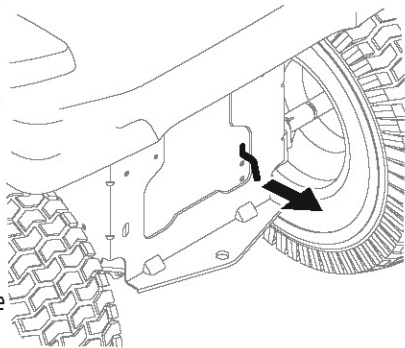

Figure 1
- Engagez la tige de dérivation de la transmission pour déplacer le tracteur sans démarrer le moteur. La tige de dérivation de la transmission est située à l'arrière du tracteur, sur le châssis. Tirez la tige de dérivation pour l'engager. Voir Figure 1.
- Après avoir déplacé l'appareil, effectuez les étapes (a) et (b) dans l'ordre inverse pour désengager les deux tiges de dérivation. Voir Figure 1.